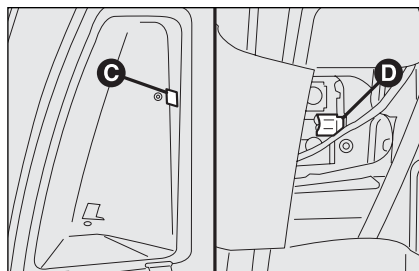

fig. 37
- ☐ segure a lingueta **C-fig. 37** e abrir a relativa portinhola de acesso ao grupo óptico traseiro;